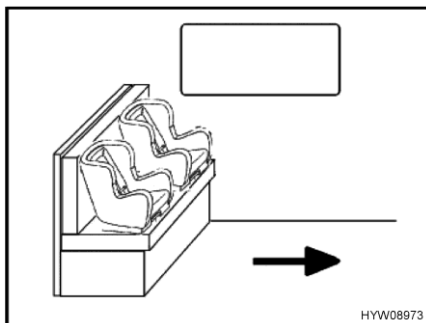
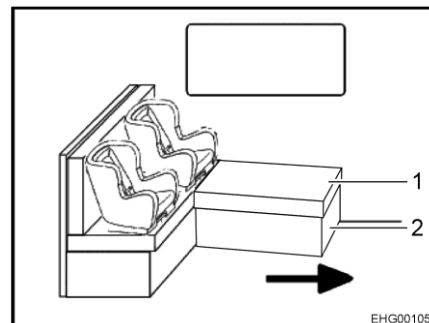

Bild 17 Barnstolar på sittbänken
Bild 18 Barnstol på L-sittbänken
Pil i Bild 17 och Bild 18 visar färdriktningen.
- Ta bort dynan (Bild 18,1) vid behov.
- Fäll ihop lådan (Bild 18,2) vid behov.